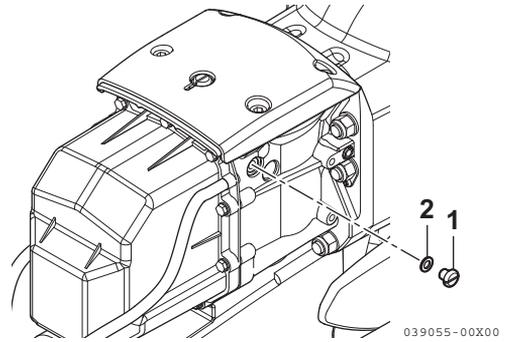

Figura 1
1. Rimuovere il tappo di sfiato dell'olio (1, **Figura 1**) e la guarnizione (2, **Figura 1**).